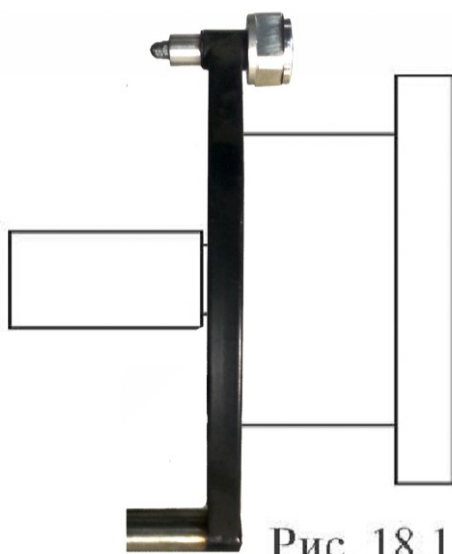
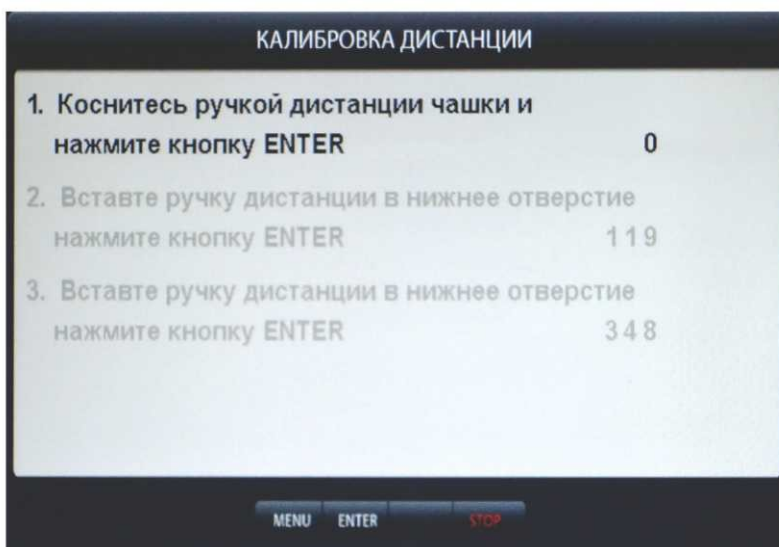

Рис. 18.1
рис.18.3
17.1.1. Калибровка тракта измерения дистанции. Для оценки погрешности устройства ввода дистанции выдвиньте штангу ввода параметров и уприте внешнюю боковую сторону её рукоятки в задний торец фланца вала, как показано на рис. 18.1. При этом на экране ввода геометрических параметров (см. рис.10.2) появится величина дистанции. Если величина дистанции не равна 135 ± 5 мм, то устройство ввода дистанции требует калибровки.
КАЛИБРОВКА ДИСТАНЦИИ рис.18.3. Выдвиньте штангу ввода параметров, уприте внешнюю боковую сторону её рукоятки в задний торец фланца вала, как показано на рис. 18.1 и нажмите кнопку «ENTER». В окне КАЛИБРОВКА ДИСТАНЦИИ выделится второй пункт: «2. Вставьте ручку дистанции в нижнее отверстие, нажмите кнопку «ENTER»